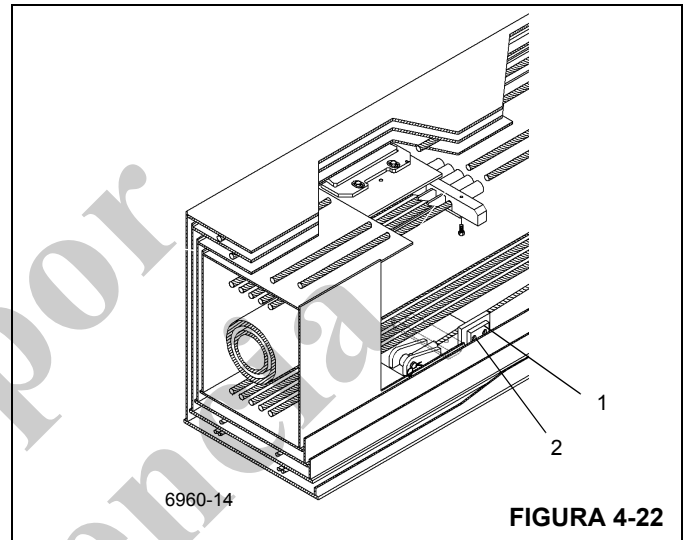

FIGURA 4-22
6. Instale las almohadillas de desgaste laterales traseras inferiores y suplementos (1) en la sección de extremo con dos pernos (2) en cada una (Figura 4-22).